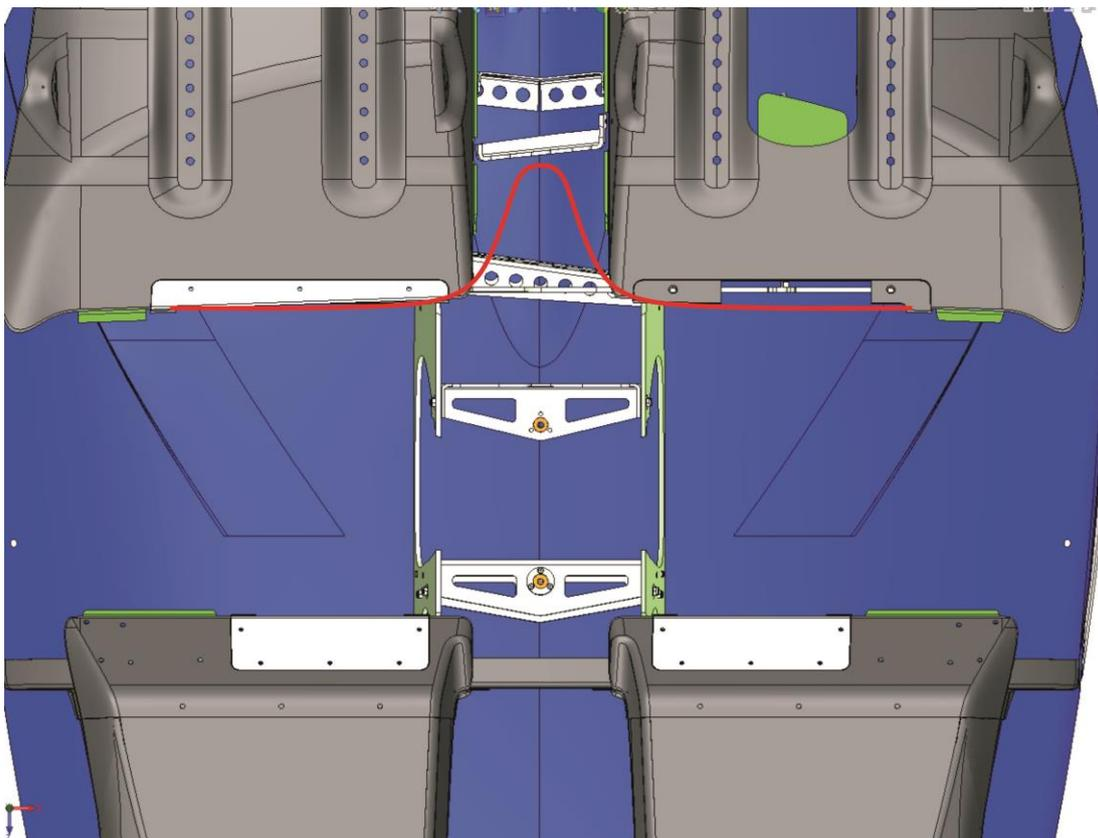

Abb. 1 – Verlauf der Grundplatten-Erweiterung
- 5 Draht durch die Bohrungen links und rechts führen. (Abb. 1)